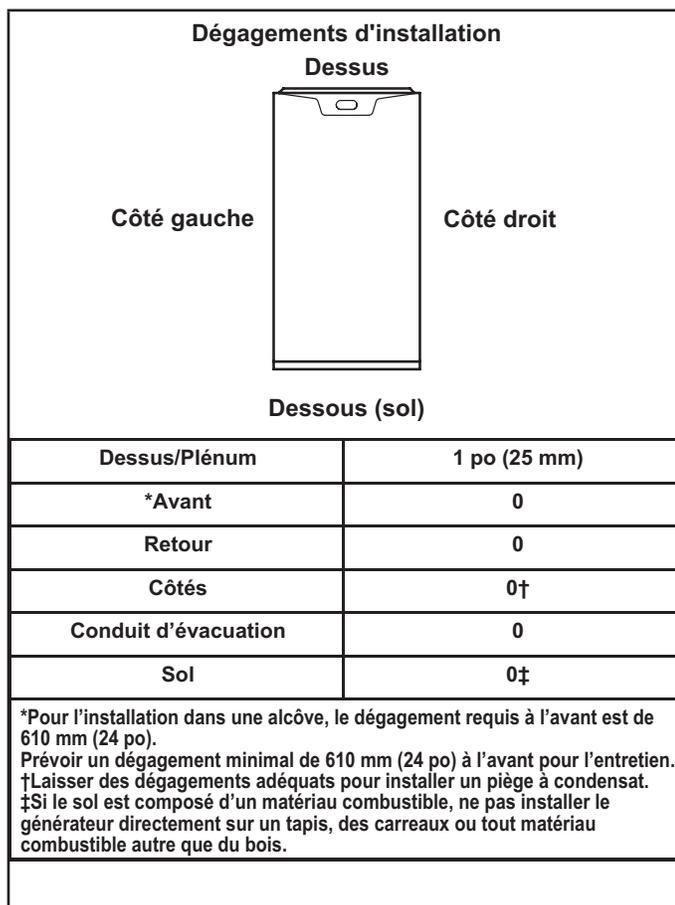
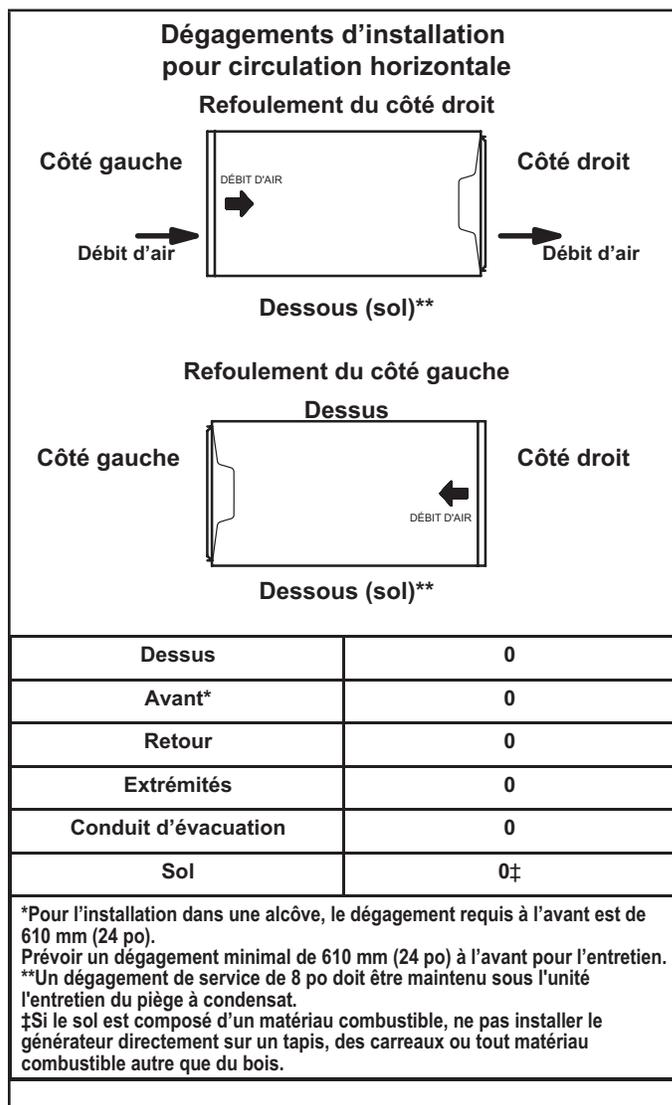

FIGURE 10
FIGURE 11
Le générateur d'air chaud au gaz SLP99UHV est livré prêt à être installé pour une configuration ascendante. Se reporter à la figure 10 pour les dégagements nécessaires. Sélectionner un emplacement qui permet d'obtenir les dégagements indiqués sur la plaque signalétique. Il faut aussi tenir compte des raccordements à la canalisation de gaz, à l'alimentation électrique, au conduit d'évacuation, de purge et de drainage du condensat, et des dégagements nécessaires pour l'installation et l'entretien [24 po (610 mm) à l'avant de l'appareil]. **L'appareil doit être de niveau latéralement. L'unité peut être positionnée de niveau à 1/2 po vers l'avant pour faciliter le drainage. Voir la FIGURE 5.**
Prévoir les dégagements de protection contre les matières combustibles qui figurent sur la plaque signalétique de l'appareil. Les dégagements minimaux pour installation dans un placard ou une alcôve sont indiqués aux FIGURE 10 et FIGURE 11.
Le SLP99UHV peut être installé à l'horizontale avec refoulement de l'air à droite ou à gauche. Voir la FIGURE 11 pour les dégagements prescrits pour les configurations horizontales
- 1 - Sélectionner l'emplacement de l'unité en tenant compte des dégagements d'entretien et des autres dégagements nécessaires. Voir la FIGURE 11.